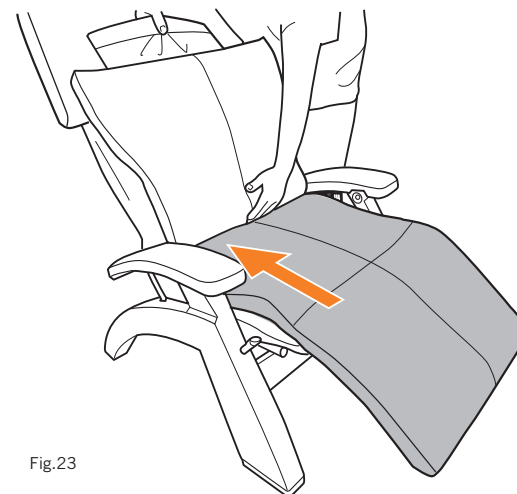

Fig.23
4. Soulevez le coussin corporel pour détacher les fixations autoagrippantes, tirez-le fermement vers le siège, puis appuyez fermement sur le siège et la région des jambes pour le fixer (Fig. 23).